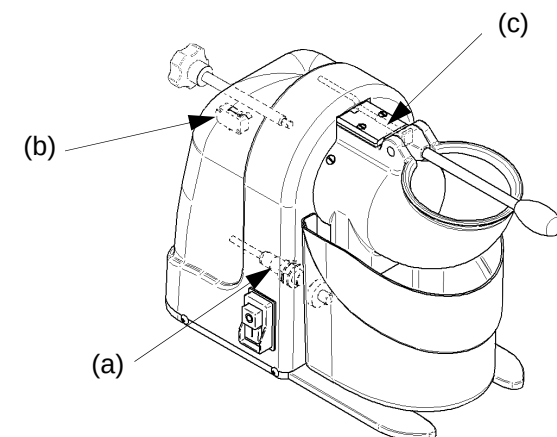

ABB. Nr.7 - Position Sicherheitsmikro
- 1) den Schalter einschalten (I);
- 5) kontrollieren, dass bei angestecktem Einstellschlüssel, ohne das Gerät zu berühren, das Gerät nicht einschaltet (ABB. Nr.7).
- 3) den Einstellschlüssel hinten am Gerät anstecken (siehe ABB. Nr.7) und entweder im Uhrzeigersinn oder umgekehrt drehen, dabei durch die Füllöffnung die Messerbreite kontrollieren; nach Einstellung der gewünschten Breite den Schlüssel abnehmen, den Netzstecker wieder anstecken und mit der Arbeit beginnen.